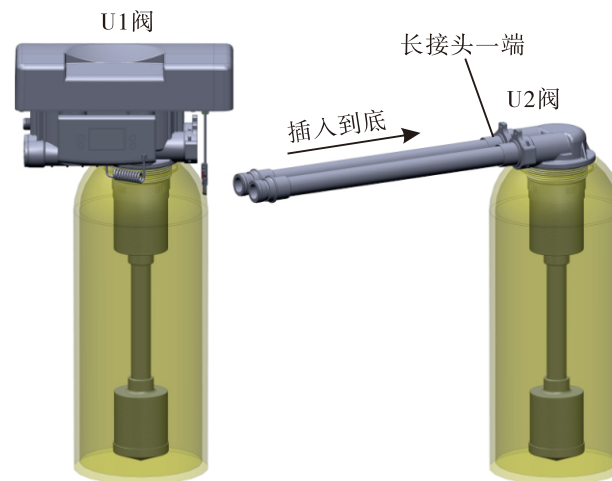

图2-2-2
2、如图2-2-2所示，将步骤1完成的连接管长接头一端向U2阀方向插入到底；